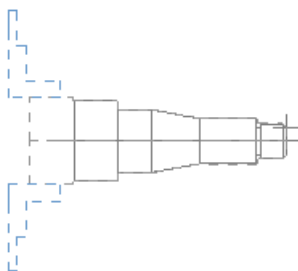

图 8.3.2 打开模型
Step1. 打开文件 D:\mcx8.1\work\ch08.03\FINISH_LATHE.MCX，模型如图 8.3.2 所示。